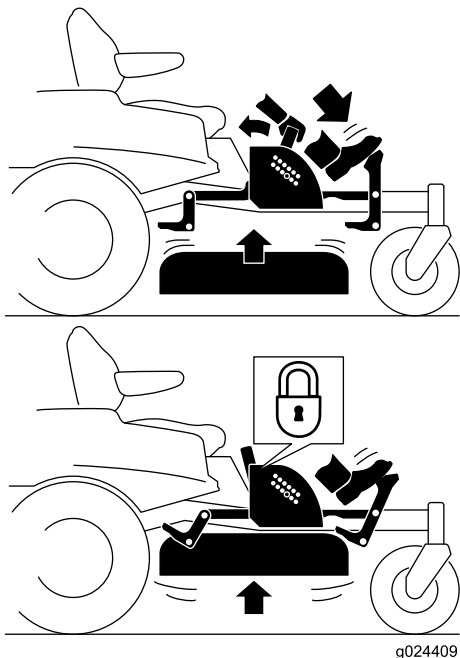

Figura 27
- Pressione o pedal de elevação da plataforma; continue a pressionar o pedal até que a plataforma esteja bloqueada na posição de transporte (**Figura 27**).
- Carregue no pedal de elevação da plataforma com o pé e puxe a pega de bloqueio de transporte para trás para desengatar o bloqueio de transporte (**Figura 27**).
4. Carregue no pedal de elevação da plataforma com o pé e puxe a pega para trás para desengatar o bloqueio de transporte (**Figura 27**).